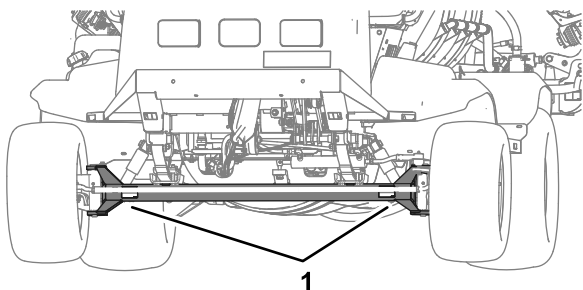
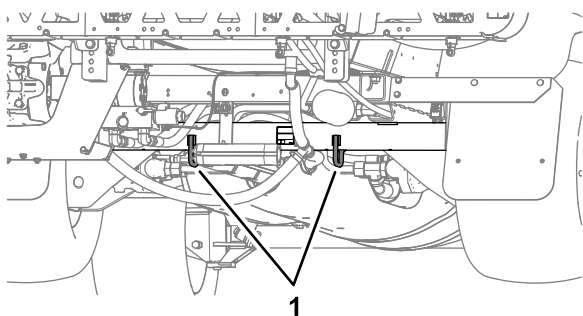

Figura 55
Figura 56
- Amarre la máquina firmemente al vehículo de transporte; la Figura 55 y la Figura 56 ilustran los puntos de amarre de la máquina.